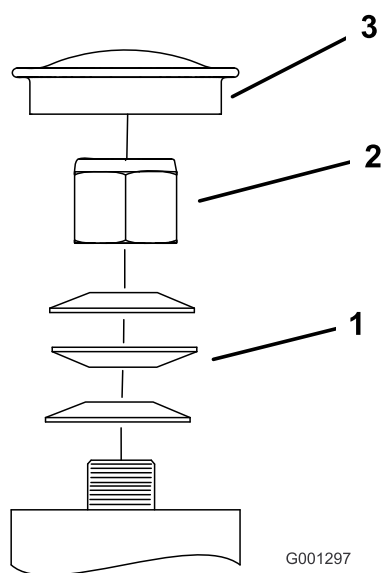

Figure 64
3. Retirez le capuchon antipoussière de la roue pivotante et serrez le contre-écrou (Figure 64).
4. Continuez de serrer le contre-écrou jusqu'à ce que les rondelles élastiques soient aplaties, puis desserrez-le de 1/4 de tour pour obtenir la précharge correcte des roulements (Figure 64).
Important: Veillez à placer les rondelles élastiques comme illustré à la Figure 64.
5. Remettez le capuchon antipoussière en place (Figure 64).